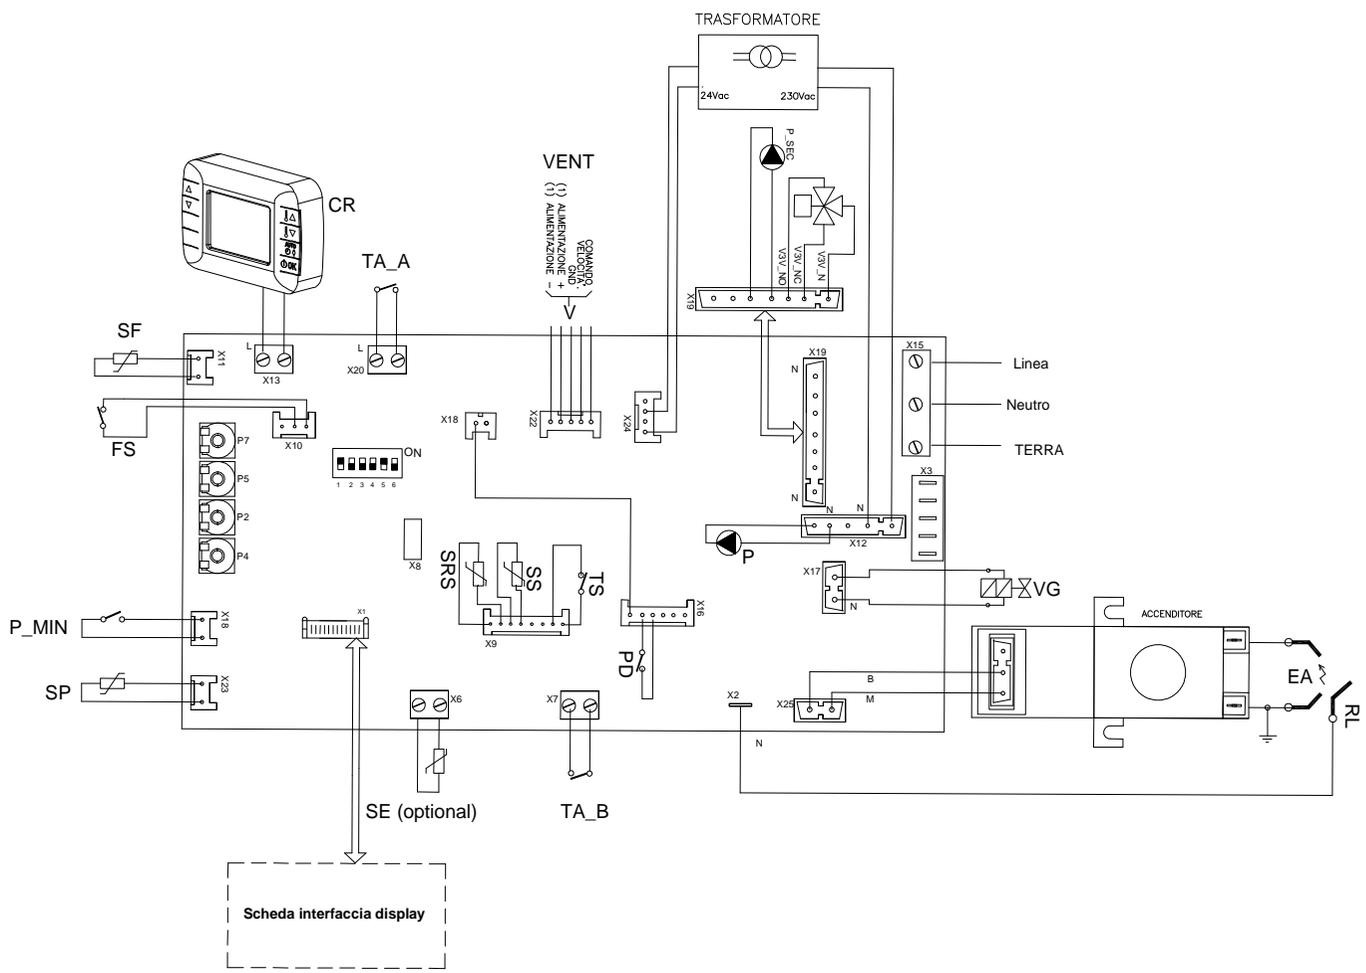

Fig. 4
**Dip-switch:** nella scheda (vedere fig. 4) sono presenti 6 dip-switch il cui spostamento permette diverse opzioni di funzionamento che vengono sotto riportate:
Termostato Ambiente On/Off: effettuare il collegamento ai morsetti TA\_A e/o TA\_B della scheda (fig.4) verificando che non vi sia tensione ai capi dei fili stessi.
Sonda Esterna: è collegabile direttamente all'impianto elettrico della caldaia (morsetti SE fig. 4) e consente di adeguare automaticamente la temperatura massima di mandata all'impianto, al variare della temperatura esterna. Quando la si collega deve anche essere variata la posizione del Dip-Switch num. 3. Dalla posizione OFF lo si porta alla posizione ON.
La correlazione fra temperatura di mandata TM all'impianto e temperatura esterna TE è determinata dalla posizione del trimmer P7 presente in scheda (vedere fig.4) secondo le curve riportate al paragrafo 1.2. Per maggiore comodità è possibile anche agire sul potenziometro del riscaldamento, in questo modo si ha la possibilità di regolare  $\pm 4^{\circ}\text{C}$ . la temperatura di mandata mantenendo la pendenza della curva regolata sul trimmer P7.
Assicurarsi che i fili di collegamento che vanno dalla caldaia al CR siano privi di tensione (pena il danneggiamento della scheda elettronica della caldaia), e che non sia presente il ponte tra i contatti TA\_A e TA\_B (fig. 4) per i termostati ambiente.